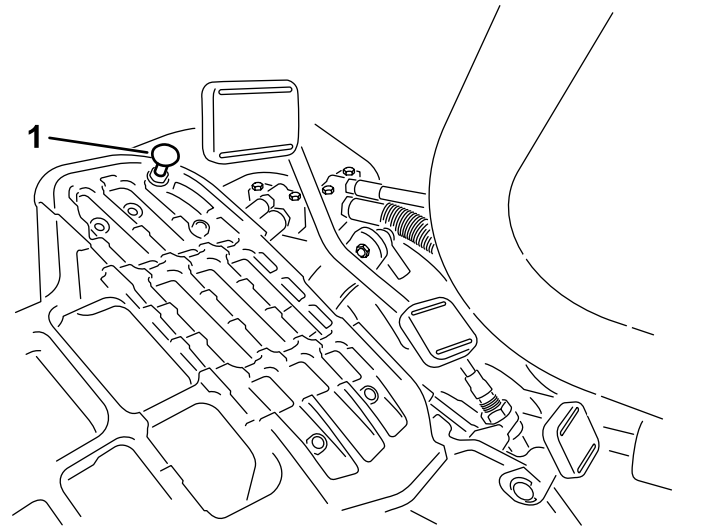

Figura 54
Para obtener la velocidad máxima de transporte, ponga la palanca de control funcional en la posición de TRANSPORTE y pise el pedal de tracción. Si el pedal toca el tope (Figura 54) antes de que se note tensión en el cable, ajústelo como se indica a continuación:
1. Ponga la palanca de control funcional en la posición de TRANSPORTE y afloje la contratuerca que fija el tope del pedal a la chapa del suelo (Figura 54).